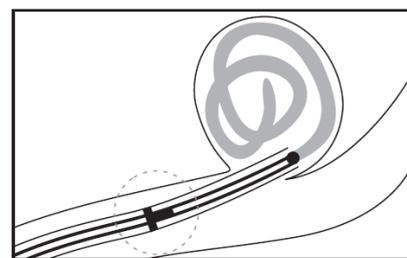

図 2
11. そのままコイルを前進させ、デリバリープッシャーのラジオペークマーカーがマイクロカテーテルのプロキシマルラジオペークマーカーをわずかに越えて“T”字を形成するように配置する(図 2)。この時点で、コイルの近位端はマイクロカテーテル遠位端のすぐ外に出ている状態である。デリバリープッシャーがこれ以上移動しないよう、回転式止血弁を締める。